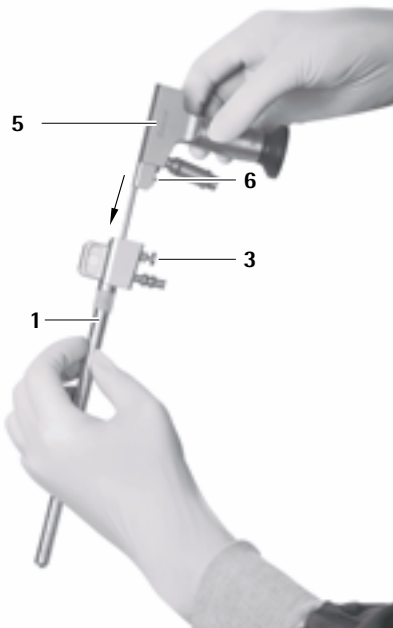
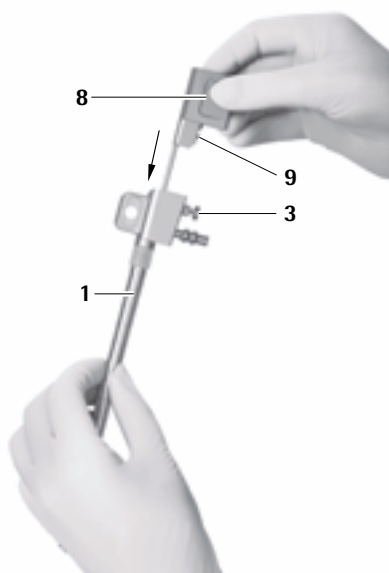

Fig. 14
Fig. 15
- Pour ce faire, vérifier que l'ergot de verrouillage 6 de l'endoscope 5 ou l'ergot de verrouillage 9 de l'obturateur pour canal d'optique 8 se trouve du même côté que le bouton de déverrouillage 3 du trocart MINOP inVent 1, voir Fig. 14 et voir Fig. 15.